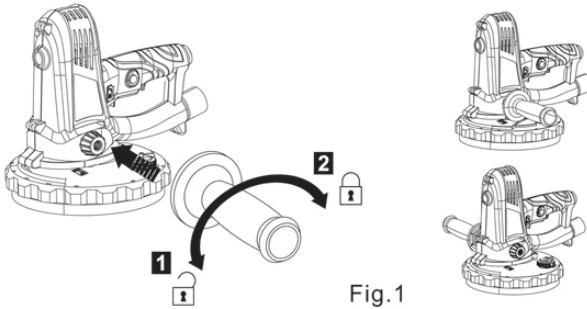

Fig.1
1. Enrosque la empuñadura auxiliar (9) en sentido horario en uno de los orificios de montaje (9a) (Fig. 1)
2. Verifique que la empuñadura auxiliar (9) está firmemente sujeta.